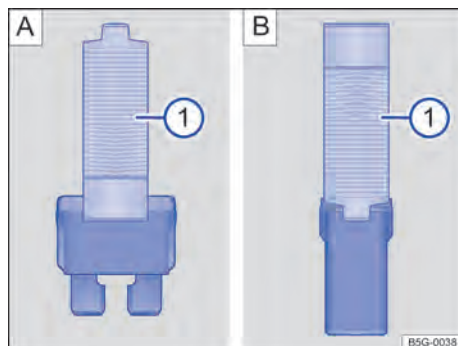

Fig. 198 Retirar ou colocar o fusível com a pinça de plástico: **A**: fusível plano, **B**: fusível de bloqueio.
- Se necessário, retirar a pinça de plástico → Fig. 198 **1** da cobertura da caixa de fusíveis.
- De acordo com a versão do fusível, colocar as garras adequadas do alicate plástico → Fig. 198 **A** **1** ou → Fig. 198 **B** **1** lateralmente no fusível.